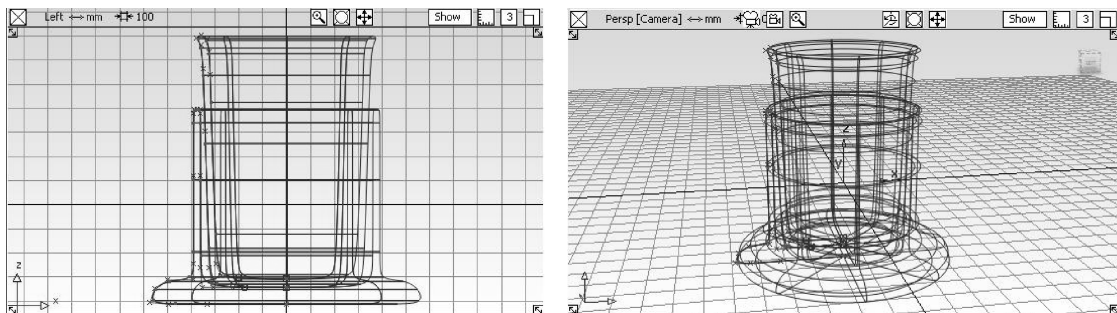

图 2-57 咖啡杯杯身、杯套曲线模型
- 15 关闭【Revolve Control】对话框，在【Left】视窗中单击杯套曲线，旋转成型，用标记菜单取消选择。单击【Left】视窗右上角的按钮，取消【Left】视窗最大化状态，如图 2-57 所示。